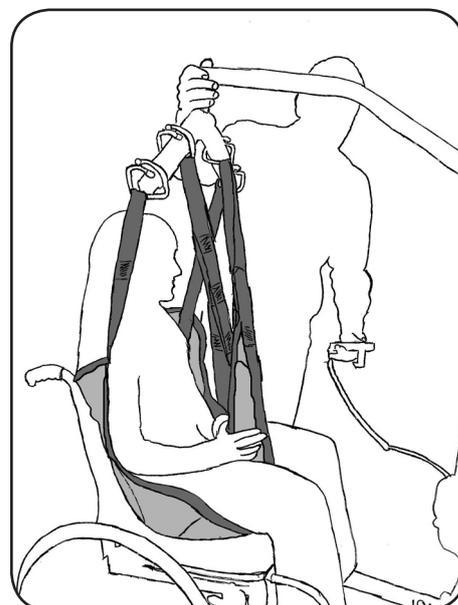

Abb. 8.3.03 – Anheben des Patienten
9. Heben Sie den Patienten mit dem aks-Patientenlifter an (Abbildung 8.3.03). Beobachten Sie dabei den Patienten und die Straffung des Liftergurtes. Korrigieren Sie gegebenenfalls den Sitz des Liftergurtes durch erneutes Ablassen des Patienten und Verschieben der ungünstig sitzenden Teile des Liftergurtes. Beobachten Sie während des gesamten Hebevorganges ständig den Patienten und den Sitz des Liftergurtes. Heben Sie den Patienten nur so hoch wie nötig.